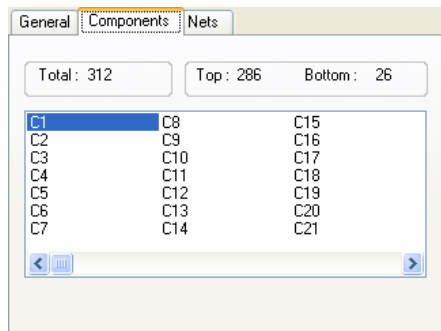

图 9.13 “Components”选项卡
(4) 单击“Components”选项卡标签，显示如图 9.13 所示的“Components”选项卡，该选项卡用于显示当前电路板上使用的元件信息，包括元件封装序号及其所在的板层信息。